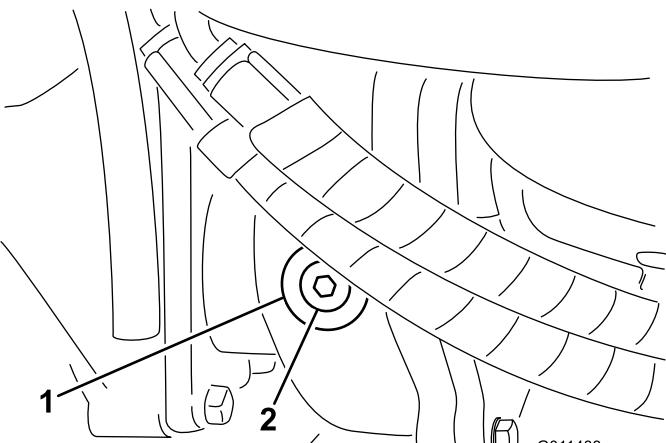

Figura 61
- Togliete il tappo di controllo/riempimento dal lato sinistro del riduttore e verificate che il lubrificante raggiunga la base del foro (Figura 61).